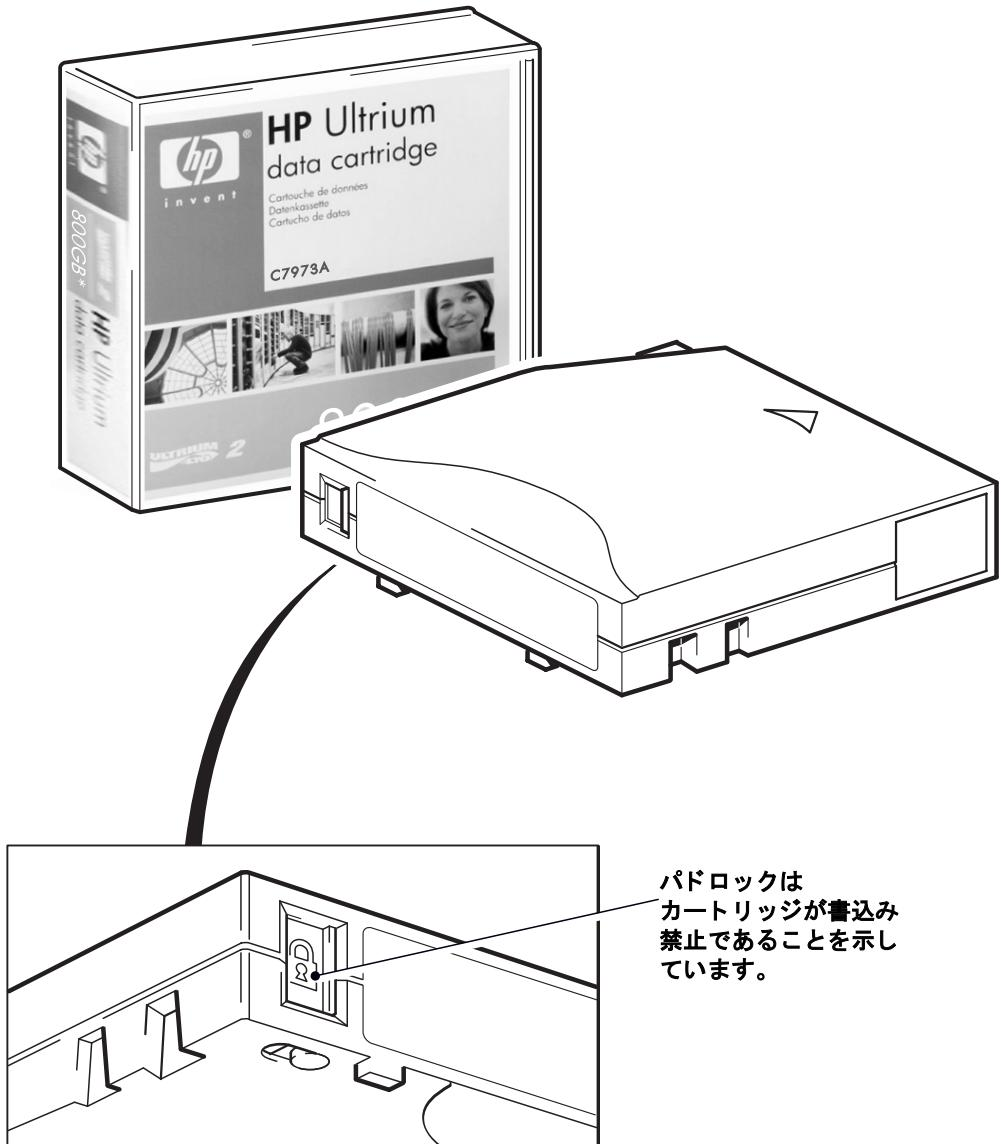

図 9: カートリッジの書き込み禁止
- カートリッジを書き込み可能にするには、カートリッジのスイッチを左に押して、データの書き込みができるようにします。図 9 は、書き込み禁止タブの位置を示します。